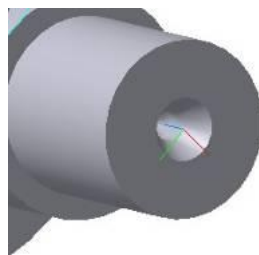

Рис. 9.10. Деталь, после операции центровые отверстия
16. В окне библиотеки отверстий раскройте папку «**Центровые отверстия**», в списке типов отверстий укажите вариант «**Форма А**», в окне параметров задайте размеры отверстия: $d = 4$ мм, $l_1 = 3,9$ мм, $l = 5$ мм. Нажмите  (рис. 9.10).